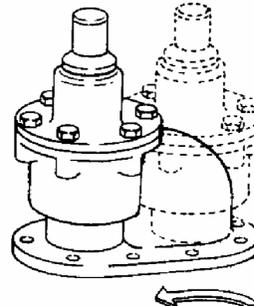

Figura 4 – Inversión de la válvula de alivio
Las paletas (14) deberán invertirse de modo que las ranuras de alivio queden orientadas en la dirección de la rotación. En los modelos HXL10, HXL8 y HXLJ8, invierta la camiseta (41). Si estuviera equipado con una válvula de alivio montada en la bomba, también deberá ser invertida (consulte la figura 4). Consulte las secciones "Desmontaje de la bomba" y "Montaje de la bomba" de este manual para conocer las instrucciones de desmontaje y reemplazo de las partes.